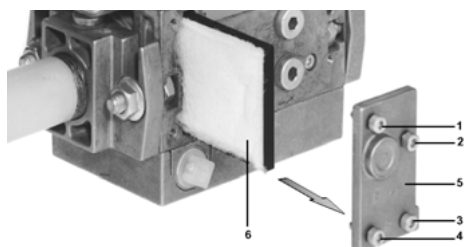

Рис. 51
- 2 Отвинтите винты 1 ÷ 4 шестигранным ключом № 3 и снимите крышку фильтра 5 на Рис. 51.